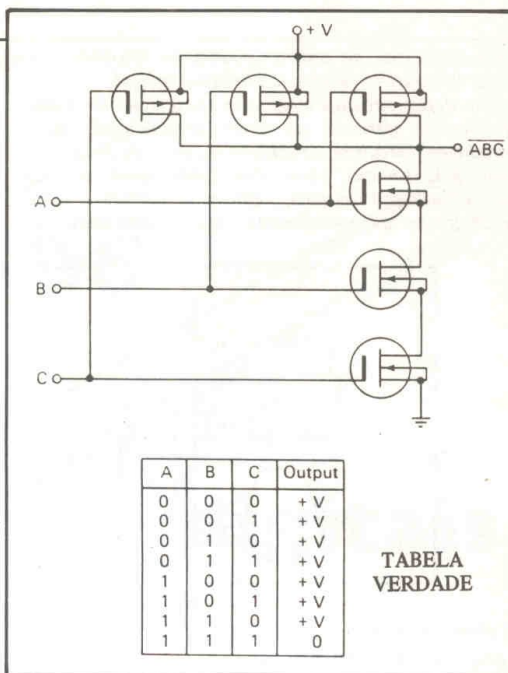

Figura 5 – Porta NE com três entradas usando dispositivos MOS.
Um NE (não e) complementar é formado como nos mostra a figura 5. Os dispositivos canal P são conectados em série. A tabela verdade desta porta também é mostrada na figura 5.
Para a função do NE, a saída é sempre alta (+V), a não ser no caso das três entradas serem altas (ver tabela verdade da figura 5).
Se qualquer uma das entradas for alta (+V), um ou mais dos dispositivos de canal P irão forçar uma saída a +V. Quando todas as três entradas estiverem altas, todos os três dispositivos canal N estarão ligados e a saída estará baixa (0), como nos mostra a figura 5.